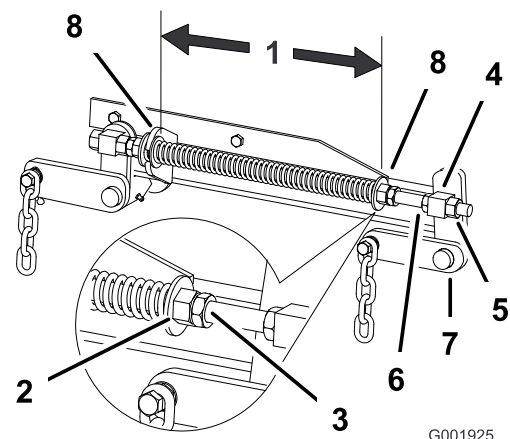

Bild 63
2. Prüfen Sie den Abstand zwischen den beiden großen Scheiben. Für Mähwerke mit 132 cm sollte der Abstand 28,2 cm und für Mähwerke mit 152 cm sollte der Abstand 26,7 cm betragen (Bild 63).
3. Stellen Sie den Abstand ein. Lösen Sie die Federklemmmutter und drehen Sie die Mutter vorne an jeder Feder (Bild 63).
4. Arretieren Sie die Mutter, indem Sie die Federklemmmutter anziehen (Bild 63).